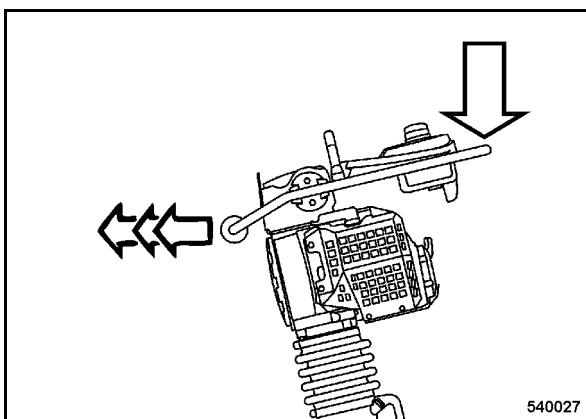

рис. 19
- Скорость продвижения может также варьироваться в зависимости от усилия нажатия на бугель (рис. 19).